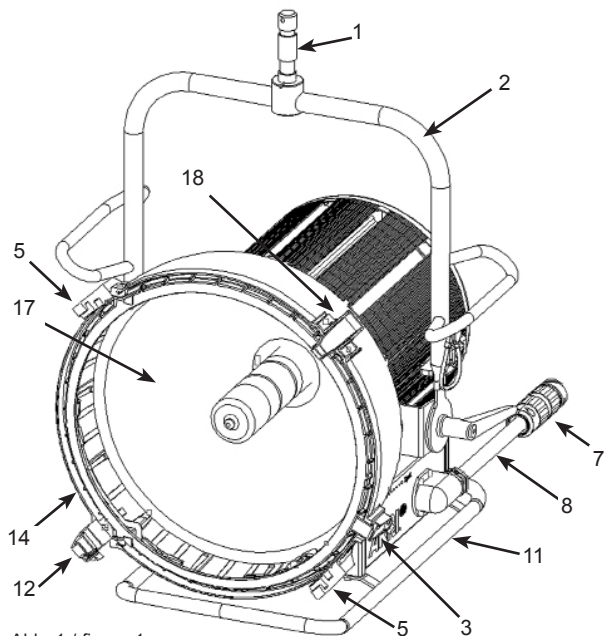

Abb. 1 / figure 1
- Scheinwerfer nicht ohne UV-Sicherheitsglas (17/Abb.1) und Reflektor (24/Abb.7) betreiben!
- Do not switch on the lamphead without UV protection glass (17/fig.1) and reflector (24/fig.7)!